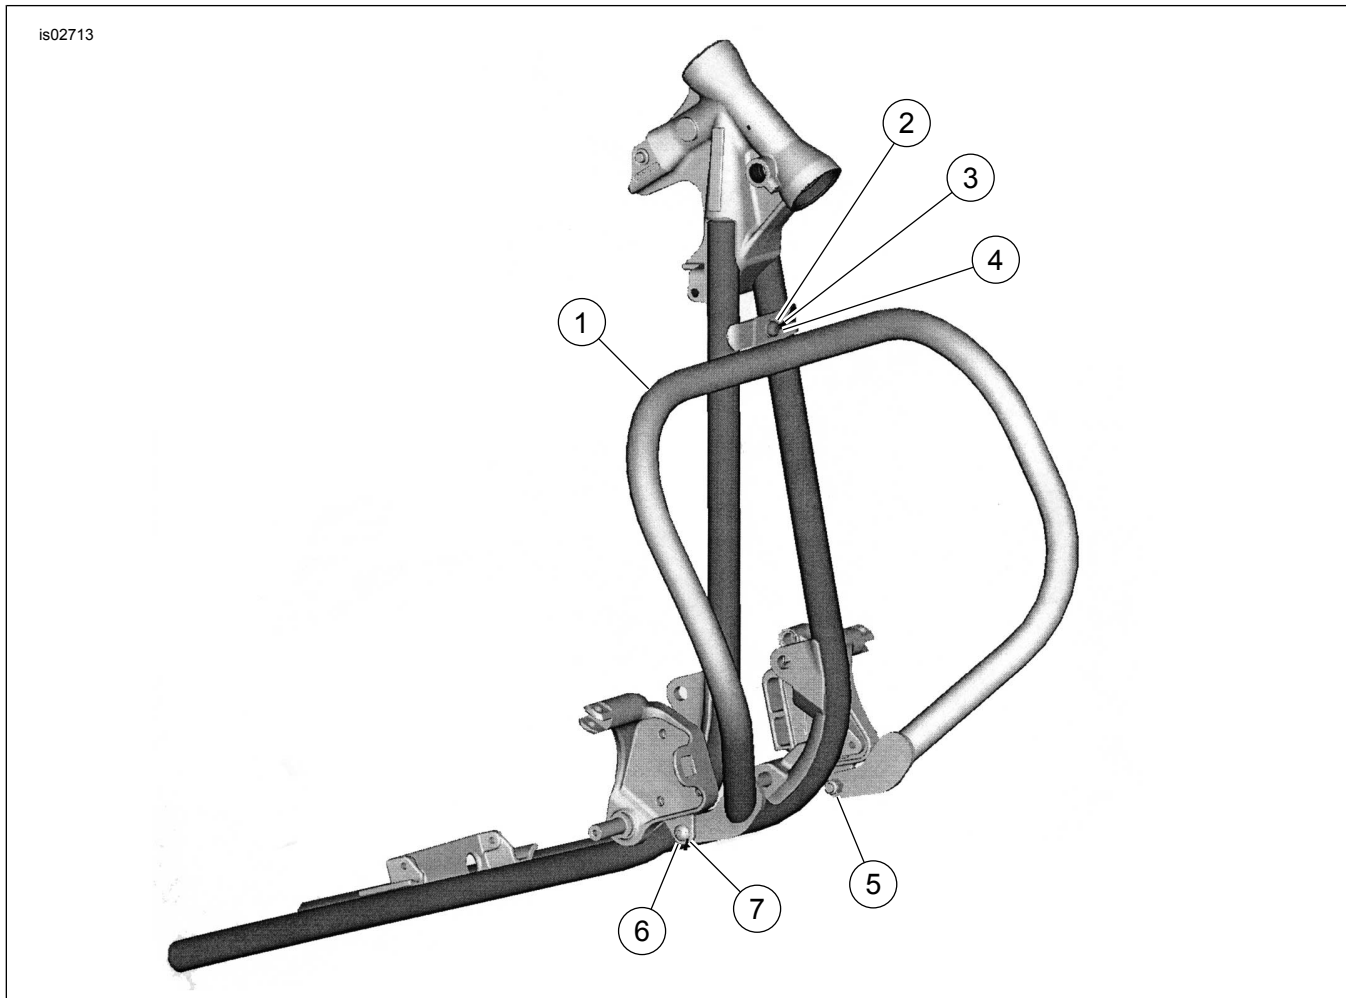

Abbildung 6. Ersatzteile: Motorschutzbügel
Siehe Abbildung 6 und Tabelle 1.
3. Die Befestigungsplatte mit einer Schraube (3), Unterlegscheibe (2) und Sechskantmutter (1) wie abgebildet an der Querhalterung befestigen. Nicht anziehen.
4. Siehe Abbildung 6. Den linken Motorschutzbügel (1) mit einer Schraube (7), Unterlegscheibe (6) und Sicherungsmutter (5) einbauen. Nicht anziehen.